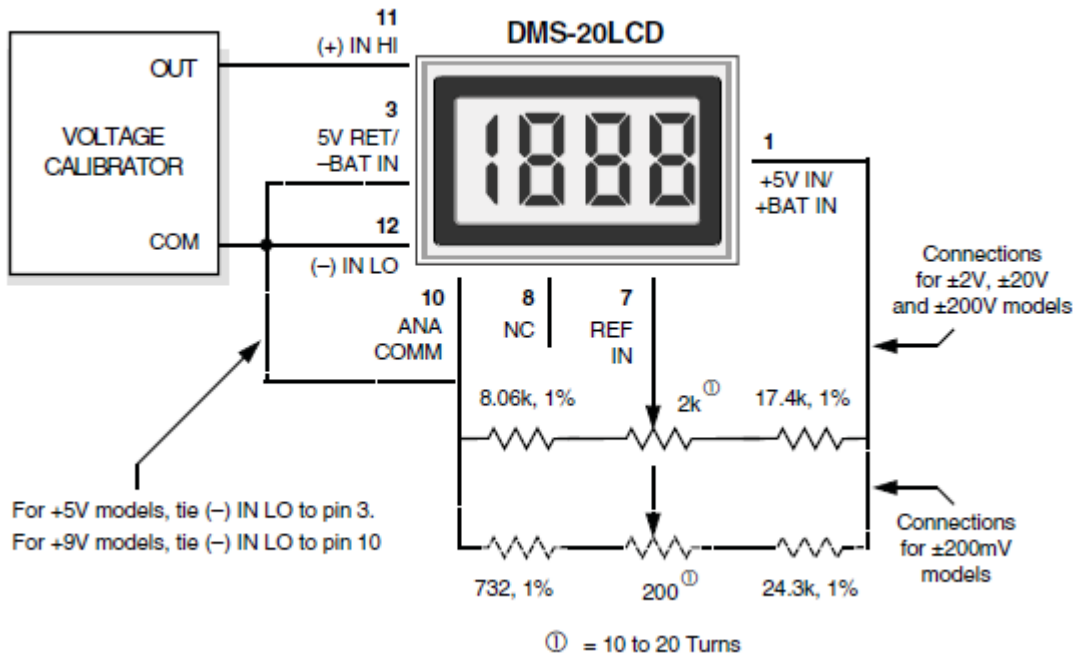

Рис. 9. Внешняя регулировка усиления
**7. Внешняя регулировка усиления:** подключите REFERENCE OUT (контакт 8) к REFERENCE IN (контакт 7) для нормальной работы с заводской калибровкой. Используйте схему, показанную на рис. 9, для приложений, требующих внешней регулировки усиления. Калибровка выполняется с точным, почти полным, входным напряжением.